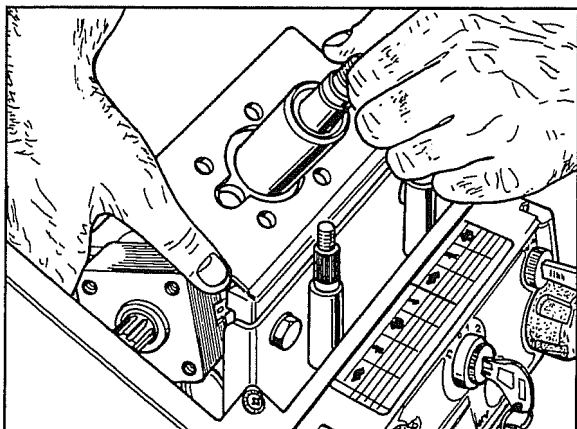

Fig. 62
3. Spingere i tubi sotto all'idroguida, quindi sfilare la stessa di lato come illustrato in fig. 62.